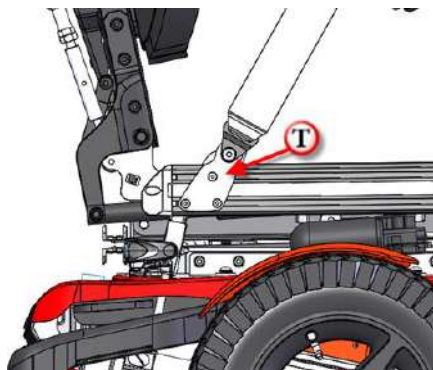

Figura 11-43
- Paso 1: Afloje los tornillos (T) usando una llave Allen de 4 mm. (Figura 11-43)